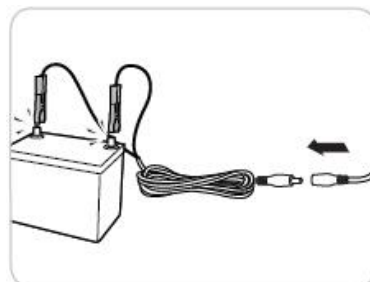

Рисунок 38
4. Для насоса DEP-1603-12V подключите разъем кабеля к источнику питания постоянного тока (смотрите рисунок 38 ниже). **Внимание!** Подключайте насос к источнику питания только после погружения его в жидкость, иначе насос может не перекачивать жидкость. Подключение к сети переменного тока необходимо производить с помощью сетевого адаптера переменного/постоянного тока.